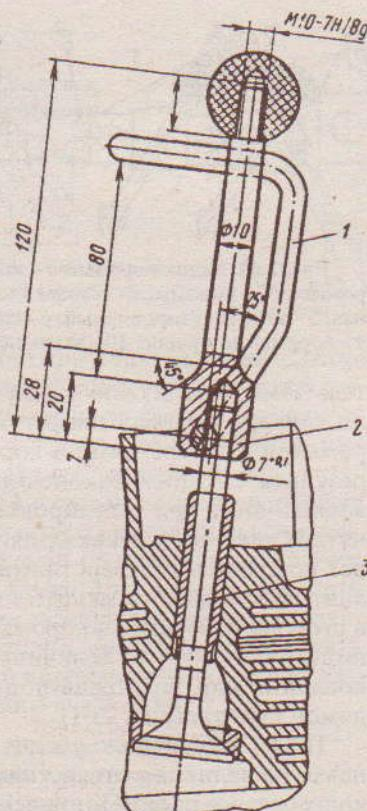

Рис. 2.45. Приспособление для притирки клапанов: 1 - зажим; 2 - оправка; 3 - клапан
- ✓ Нанести на фаску головки клапана тонкий слой притирочной пасты, приготовленной в виде смеси мелкого шлифовального порошка (шлиф-порошок электрокорунд М14) с маслом для двигателя. Смазать стержень клапана ветеренным маслом и установить клапан в направляющую втулку, закрепить клапан в приспособлении (рис. 2.45) специальным зажимом и, вращая его поочередно в противоположные стороны, слегка прижимать к седлу.